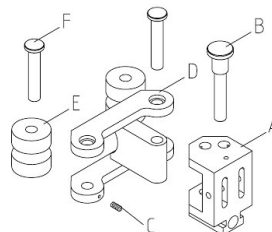

Abb. 25: Zusammenbau der Führungseinheit
Schritt 1: Setzen Sie die Rollen (E; Abb. 25) in die Spezial-Führungseinheit (D) und fixieren Sie diese mit Hilfe der Stifte (F). Anschließend die Stifte (F) mit Hilfe der zwei Schrauben (C) festschrauben. Setzen Sie die komplette Führungseinheit in das Loch für die Gegenformer-Stütze (A) und fixieren Sie diese mit dem Stift (B).